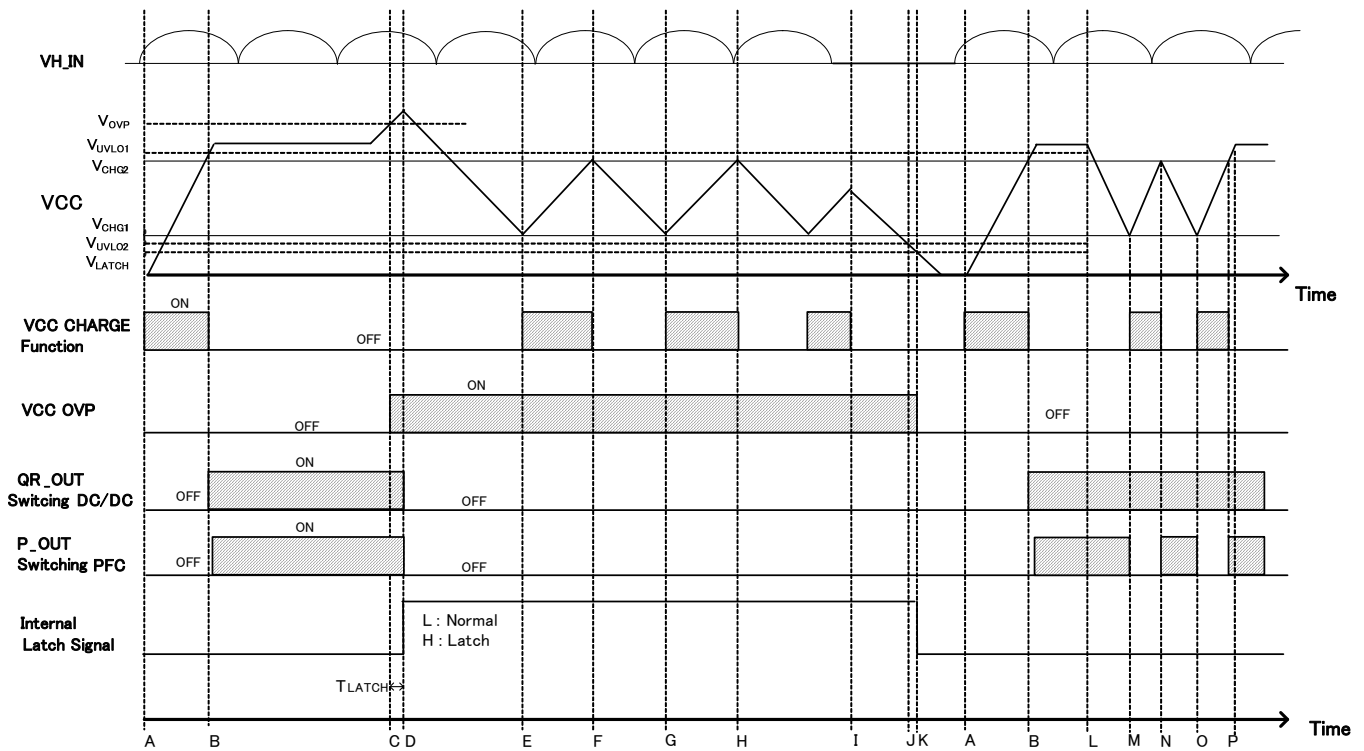

Figure 7. VCC UVLO / VCC OVP / VCC Charge Function タイムチャート
L: BR 端子で AC を 7 発連続で検知。AC 電圧に応じた ACIN の設定で動作開始。Figure7 では ACIN=H と検知したため、PFC 基準電圧=2.5V の設定で動作します。
VCC 端子を充電して、VCC 端子 > V_{CHG2} に上昇すると充電を終了して、PFC 動作も再開します。この動作を Figure7 に示します。ただし、V_{H_IN} 電圧は AC 入力のため、AC 電圧が低い範囲では充電できません。この期間、VCC 充電機能動作しますが、VCC 端子に充電されません。AC 電圧が低いときでも、VCC 端子が UVLO まで低下しないように、VCC コンデンサを調整してください。VCC コンデンサ容量値は 22uF 以上を推奨します。また熱暴走を防ぐために、VCC 充電動作は IC の過熱保護が動作した場合も停止します。
- K: VCC 端子電圧 < V_{LATCH} ラッチ解除されます。その後、再度 VH_IN が投入され、起動回路により VCC 電圧が充電され、VCC UVLO が解除されます。この起動動作は Figure7 A,B と同様になります。